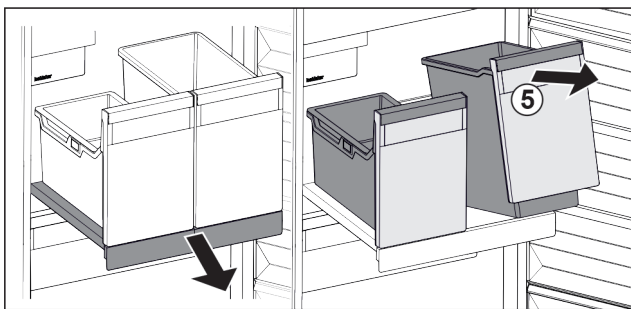

Fig. 104
- ▶ Lyft behållaren Fig. 104 (5) fram till.